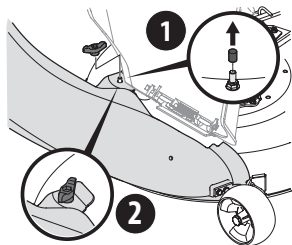

Figura 18
2. Fije el maletero a la plataforma con la perilla de aletas (720-04122) del paquete de herrajes 689-00636. Consulte la Figura 18.
**NOTA:** Si la hubiera, retire la cubierta protectora de la clavija de montaje en la plataforma de corte como se muestra en el recuadro superior de la Figura 18.